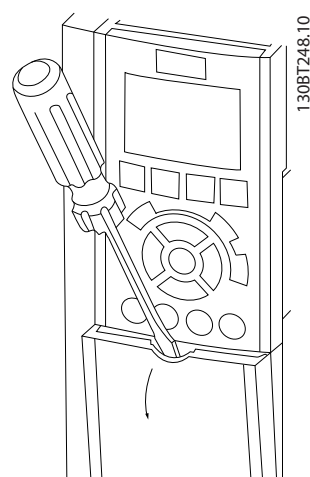

図 2.13 A2、A3、B3、B4、C3 および C4 エンクロージャのコントロール配線アクセス
- ドライバーでアクセス・カバー・プレートを取り外します。図 2.13を参照